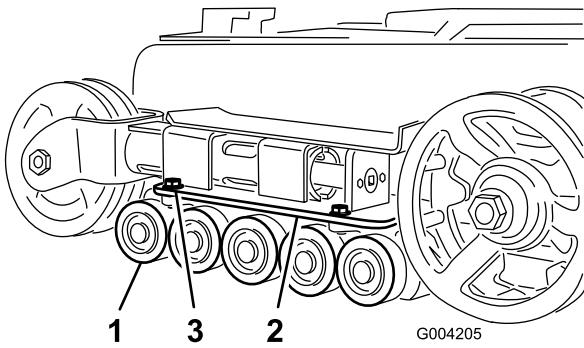

Рисунок 45
- Отвинтите 4 болта, которые крепят нижнюю направляющую каждой гусеницы, которая включает в себя опорные катки, и снимите их (Рисунок 45).